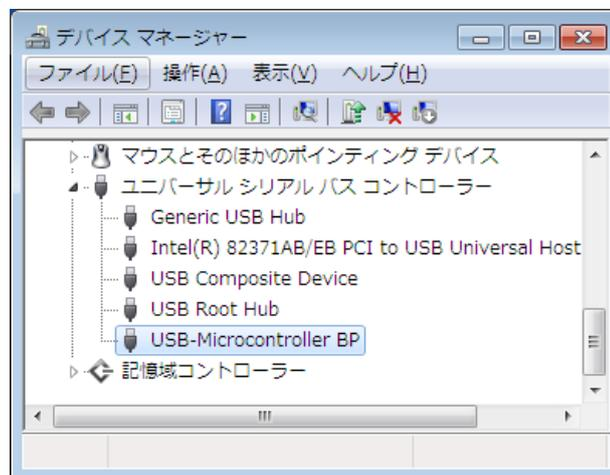

図 8 Windows 7 のドライバインストール確認
5. デバイスを USB ケーブルでパソコンに接続します。図 8 のように「デバイスマネージャ」の画面に「USB-Microcontroller BP」と表示されれば、ドライバが正しくインストールされています。